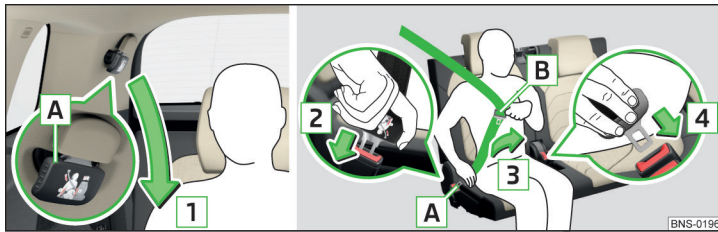

Abb. 8 Sicherheitsgurt der dritten Sitzreihe anlegen / ablegen
- › Den Gurt an der Schlos­szunge [A] » Abb. 8 langsam nach unten in Pfeilrichtung [1] ziehen.
- › Die Schlos­szunge [A] » Abb. 8 fassen und die rote Taste im Gurtschloss drücken, die Schlos­szunge springt heraus.